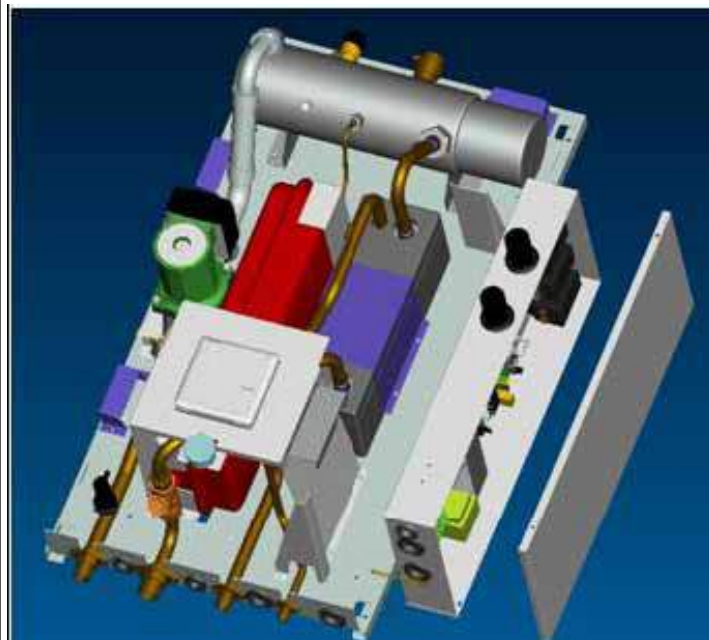

Рис.3
2) Монтаж электрического блока (рис.3)